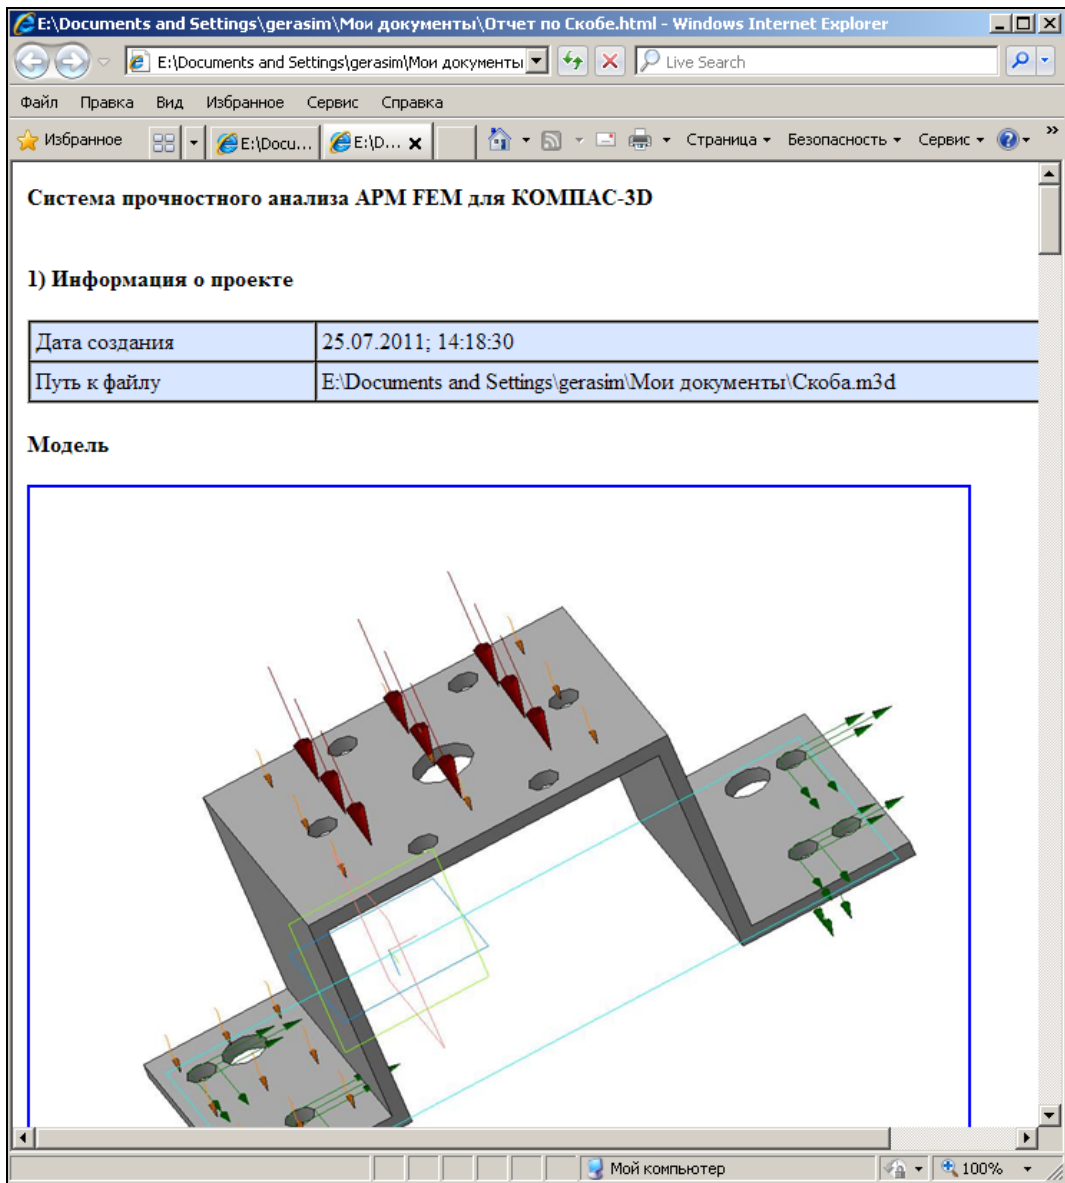

Рис. 10.35. Открытый файл *Отчет по скобе.html*
- ◆ откройте файл *Отчет по Скобе.html*. В этом файле представлены: информация о проекте, о материалах, о нагрузках и т. д. (рис. 10.35);